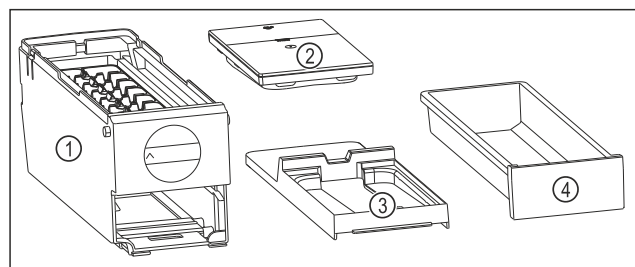

Fig. 174 Bestanddelen van de EasyTwist-Ice
- ▶ EasyTwist-Ice is in vier delen gedemonteerd. (zie Fig. 174)
- ▶ EasyTwist-Ice alleen in afgebeelde bestanddelen demonteren. (zie Fig. 174)
- ▶ EasyTwist-Ice-corpus Fig. 174 (1) als geheel reinigen.